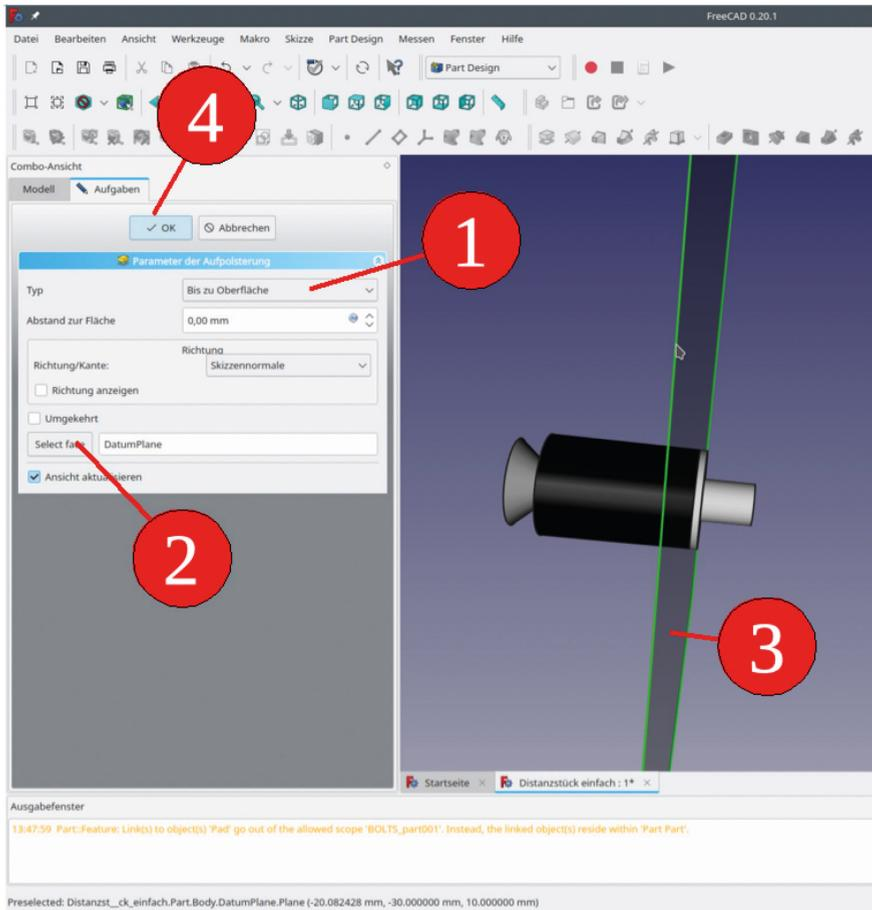

Bild 4-21
14. Nun muss die Länge des Distanzstückes mit dieser Ebene verknüpft werden. Dazu zweimal auf den letzten Zustand des Distanzstückes klicken (ersieht als "Pad", um ihn zu bearbeiten. Für den Typ der Aufpolsterung "Bis zur Oberfläche" auswählen. Dadurch ist der Kollektor-Button "Select a face" bereits dunkelgrau. Falls nicht, den Button "Select a face" nochmals klicken. Im 3D-Fenster die noch sichtbare, gelbe Referenzebene anklicken. Im Eingabefeld neben dem Button "Select a face" erscheint nun "DatumPlane" (Bild 4-21). Den Aufgabenbereich durch Klicken des "OK"-Buttons schließen.